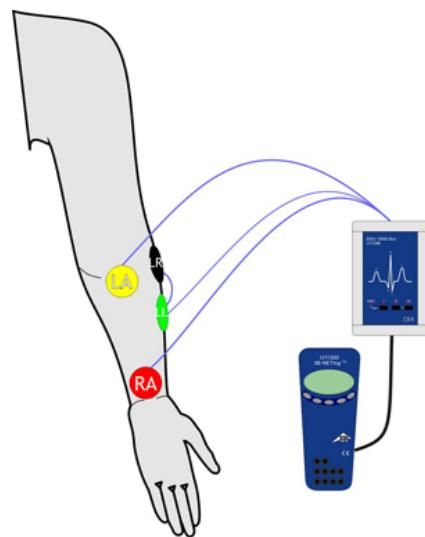

Fig. 3 Desenho do eletromiograma no braço inferior esquerdo de uma pessoa cobaia
- Preparação da experiência segundo a Fig. 3.